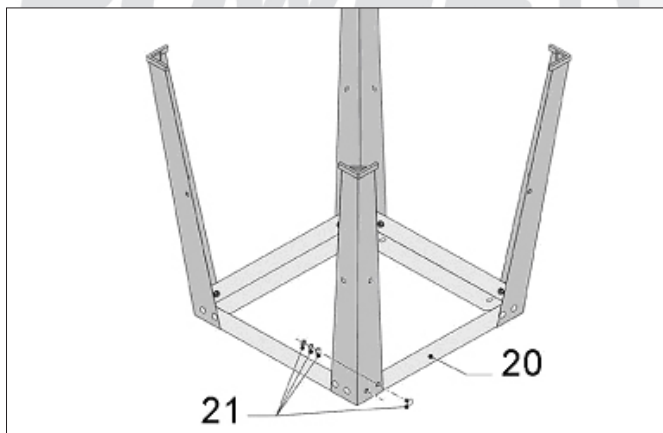

Abbildung 2
Verbinden Sie die Beinpaare mit den langen Rahmenstücken (20) und schrauben Sie sie mit Schrauben, Unterlegscheiben und Muttern (21) wie in Abbildung 2 gezeigt fest. Der Rahmen ist nun mit den Beinen zusammengebaut.